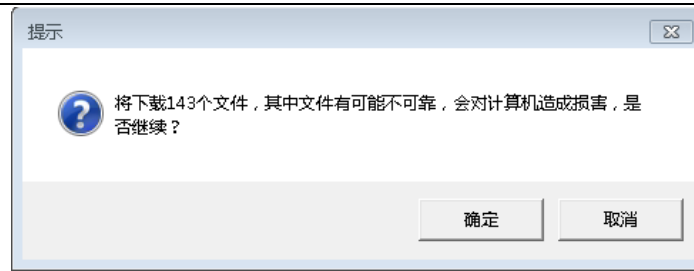

图 12-26 下载提示对话框
4、第一次进行 Web 浏览时会弹出如图 12-26 所示的对话框，提示用户将要下载文件到本地计算机，点“确定”按钮，显示下载的详细信息对话框，单击“开始”按钮，文件自动下载到指定路径，并完成自动注册。